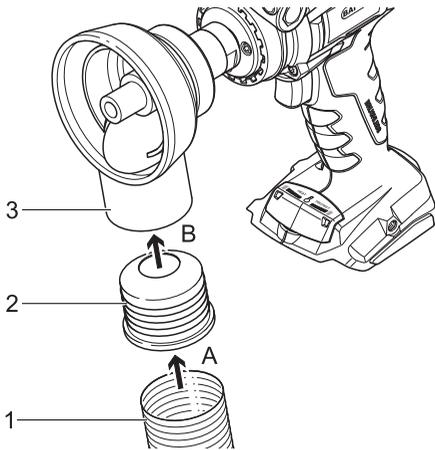

Abb. 9: Absaugerschlauch montieren
1. Den Absaugschlauch (1) mit der Schlauchmuffe (2) aus dem Staubabsaugadapter (3) herausziehen (→ Abb. 9: Absaugschlauch montieren; Seite 34).